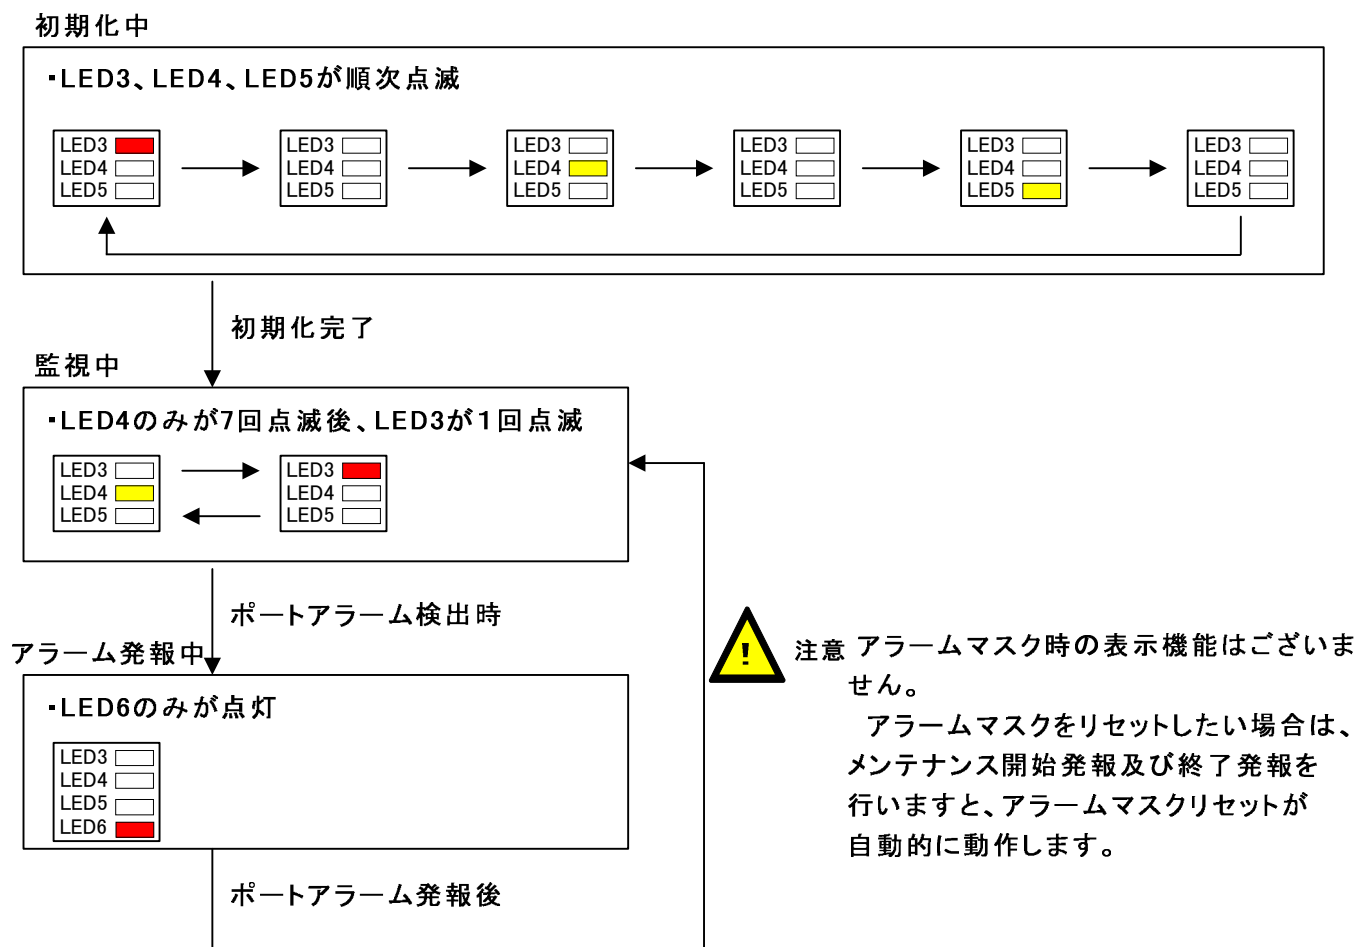

図5.7. 状態LEDの遷移(アラーム発生)
① 電源を投入します
- ② 図5.7に示すようにLED3～LED5が点灯し最終的にLED4のみが7回点滅後、LED3が1回点滅すれば準備完了です。(監視中)
②-1 初期化中